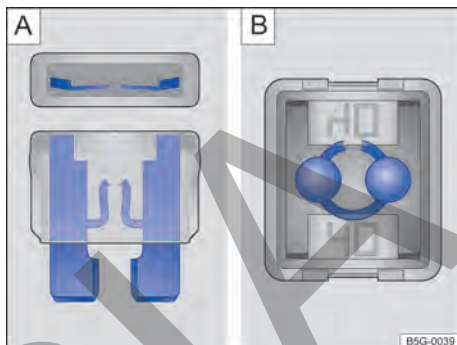

Fig. 176 Fusible quemado: [A] fusible plano, [B] fusible de bloqueo.
- Un *fusible plano* (ATO[®], MINI[®]) quemado es reconocido desde arriba o desde el costado por la carcasa transparente en las bandas metálicas derretidas → fig. 176 [A].
- Un *fusible de bloqueo* (JCASE[®]) quemado es reconocido por las bandas metálicas derretidas desde arriba de la carcasa transparente → fig. 176 [B].